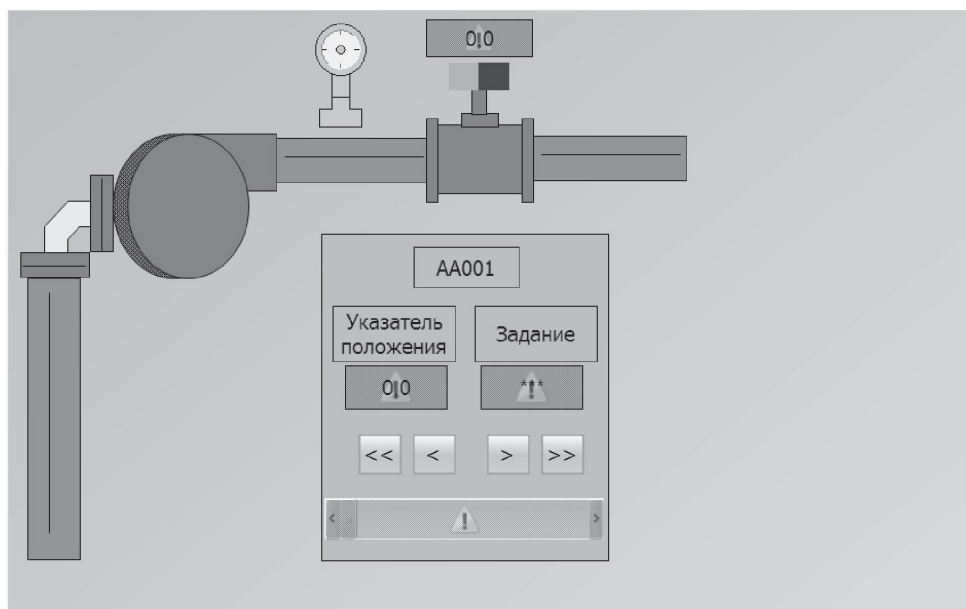

Рис. 3.22. Режим выполнения Runtime
14. Поскольку станция оператора не подключена к контроллеру, то в полях интеллектуальных объектов отображаются значки в виде восклицательного знака в желтом треугольнике, говорящие об отсутствии связи с контроллером (рис. 3.22).